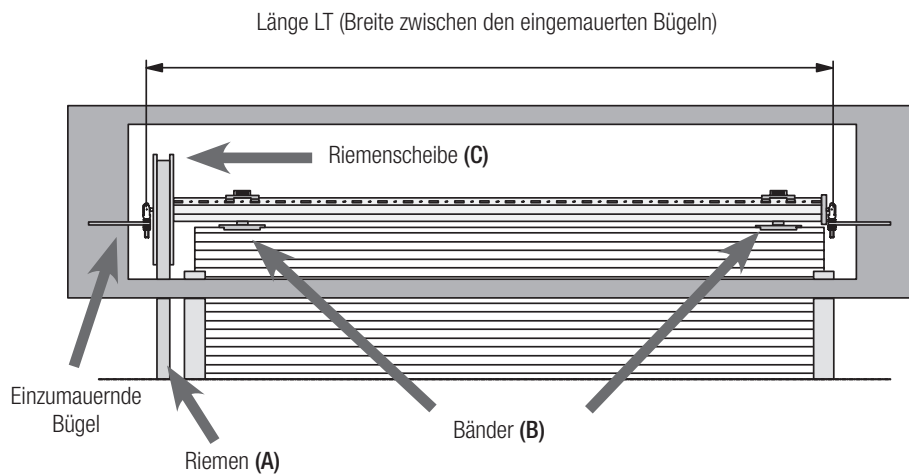

Abb. 3
2. Den Riemen (Abb. 3, Bez. A) aus der Riemenscheibe (Abb. 3, Bez. C) herausnehmen und die Bänder (Abb. 3, Bez. B) aus der bestehenden Welle lösen.
- HINWEISE: 1) DER BAUSATZ FÜR DIE TELESKOP-WELLE JACK MUSS JE NACH LÄNGE „LT“ (ABB. 3 oder 5) ZUSAMMENGEBAUT WERDEN